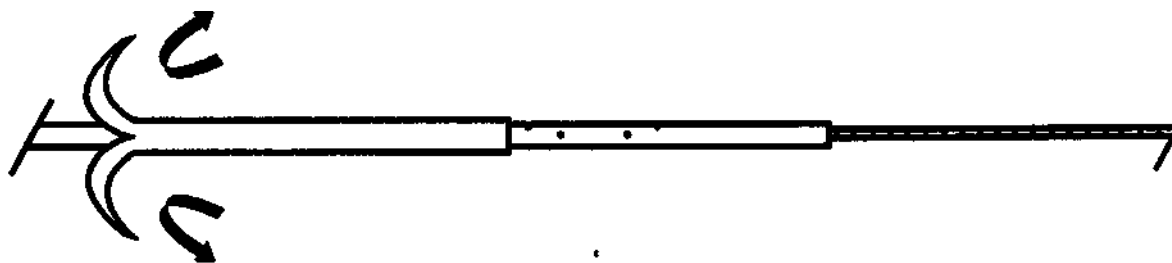

Рис. 3
3. После первичного продвижения катетера через проводник, потяните выпрямитель назад и выведите его для дальнейшего введения катетера (Рис. 3).